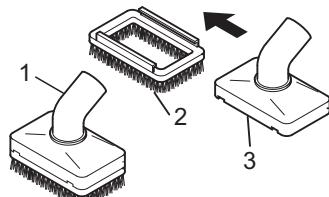

Abb. 6
- Möbelbürste (Abb. 6/1)**
- Polsterdüse (Abb. 6/3)**
Durch einfaches Abschieben des Bürstenaufsatzen (Abb. 6/2) können Sie aus der 2in1 Kombidüse eine Polsterdüse (Abb. 6/3) machen. Verwenden Sie diese zum Reinigen von weichen, kratzfesten Oberflächen (z.B. Polstermöbel).